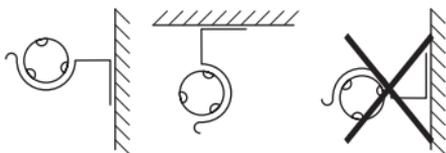

Рисунок 4
- закрепите кронштейны на потолке или стене саморезами (рисунок 4);